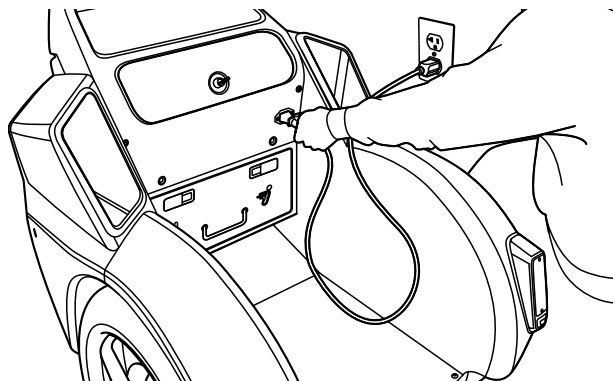

图 40：插入正确接地的交流插座
3. 将电源线（随车辆提供）的一端插头插入接地的交流电源插座中（100V-240V；50Hz-60Hz）。电源线应正确接地（图 40）。